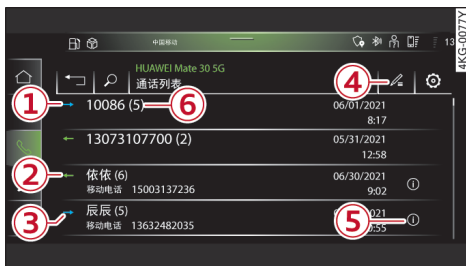

图 141 上面的显示屏：通话列表
- ▶ 要打开名片时，请点按电话簿中的一个联系人，或在通话列表中点按   ⇒ 145 页，图 141。